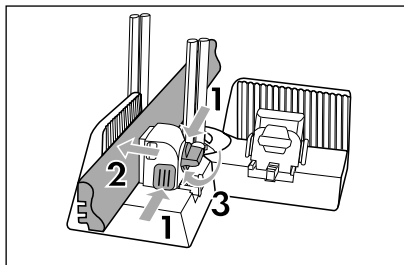

Fig. 8
- ◆ Coloque la pieza de madera entre la mordaza de sujeción **3** y el dispositivo de fijación **2**. Asegúrese de introducir la pieza de madera de forma que sobrepase las barras guía **7** (consulte la fig. 8).
- ◆ Mantenga pulsados los botones de desbloqueo **4** y desplace el dispositivo de fijación **2** contra la pieza de madera para fijarla. Suelte los botones de desbloqueo **4** cuando la pieza de madera esté bien colocada (consulte la fig. 8).
- ◆ Gire el botón de bloqueo **5** en sentido horario para anclar la pieza de madera (consulte la fig. 8).